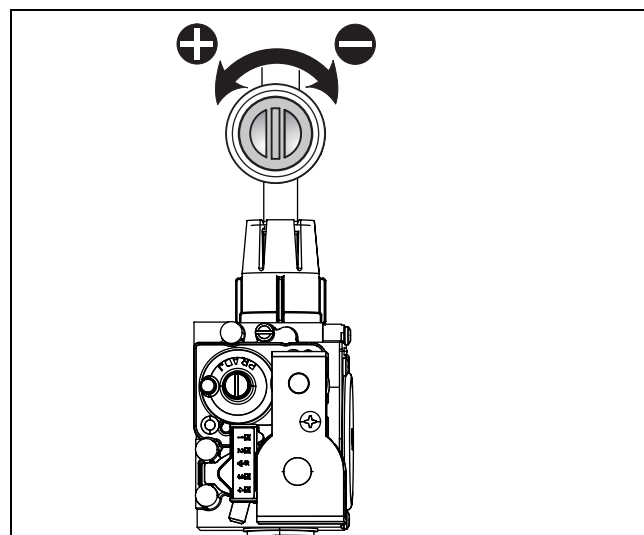

Fig. 41
- Agendo sulla valvola di regolazione della portata del gas (fig. 41), impostare il valore di CO₂ corrispondente alla potenza termica nominale risc., come da tabella.